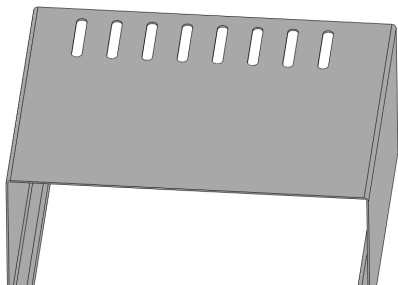

图 13-41 阵列实体特征效果
(6) 单击【确定】按钮, 即可线性阵列特征, 如图 13-41 所示。